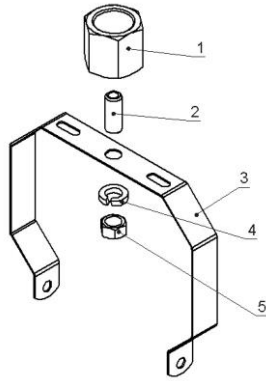

Рисунок 1
4.2.1. Для модификации с резьбой G/3.4 на лире (3) необходимо закрепить крепление на трубу G3/4 (1), при помощи втулки резьбовой проходной (2), шайбы пружинной (гровера) (4) и гайки (5). (рис.1).